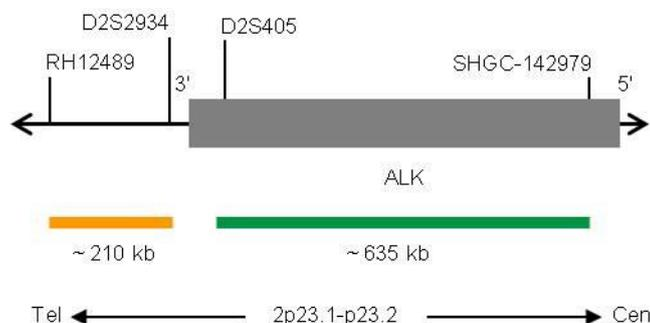

Fig. 1: SPEC ALK Mapa da sonda (sem escala)
- Polinucleótidos (~10 ng/ μ l) com marcação ZyGreen (excitação 503 nm/emissão 528 nm), dirigidos ao mapeamento de sequências alvo em 2p23.1-p23.2* (chr2:29,460,144-30,095,822) proximais à região de quebra do ALK (ver Fig. 1)
- Polinucleótidos (~4.5 ng/ μ l) com marcação ZyOrange (excitação 547 nm/emissão 572 nm), dirigidos ao mapeamento de sequências alvo em 2p23.2* (chr2:29,174,204-29,383,335) distais à região de quebra do ALK (ver Fig. 1).